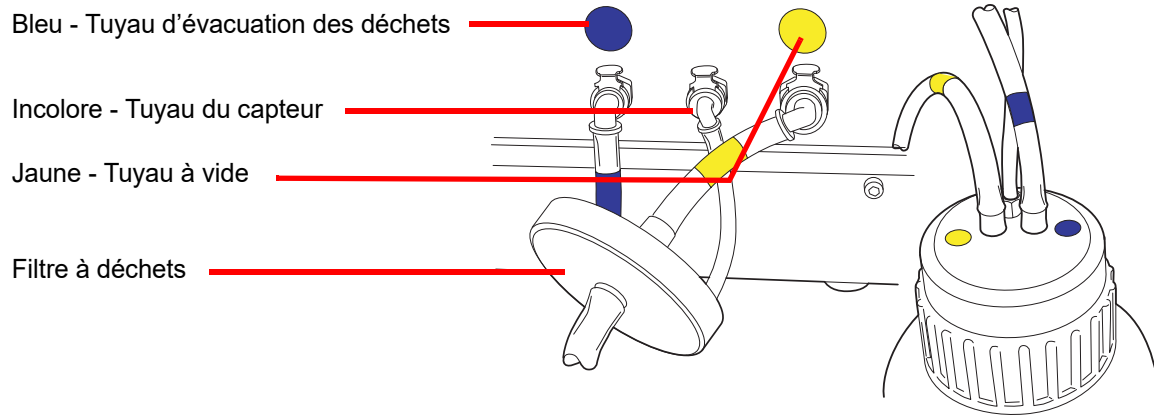

Figure 8-16 Connexions des tuyaux du bidon d'évacuation des déchets
3. Repérer les trois connexions du bidon d'évacuation des déchets à l'arrière du processeur ThinPrep 5000. Se reporter à Figure 8-16. S'assurer que les boutons des connecteurs sont enfoncés.